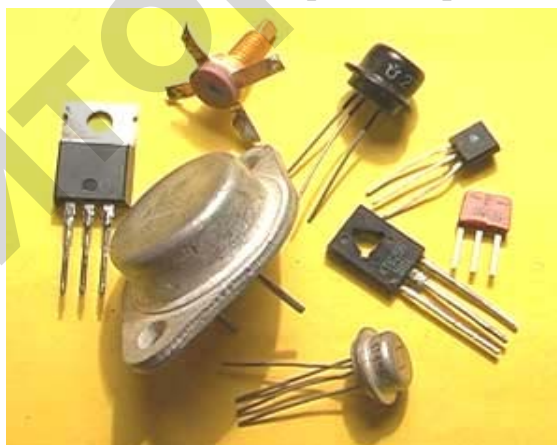

Рис. 62. Внешний вид транзисторов
**Транзистором** называется электропреобразовательный прибор, предназначенный для усиления мощности и имеющий три и более выводов. Действие транзисторов основано на управлении движением носителей электрических зарядов в кристалле полупроводника. Внешний вид транзисторов показан на рис. 62.